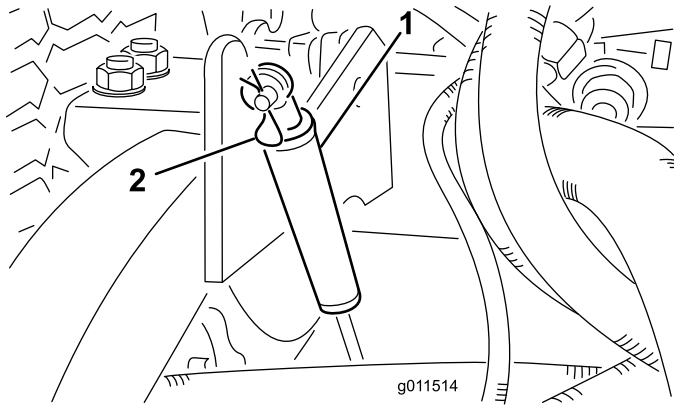

図 75
2. ダンパを昇降アームに固定しているヘアピンコッターを外す 図 75。